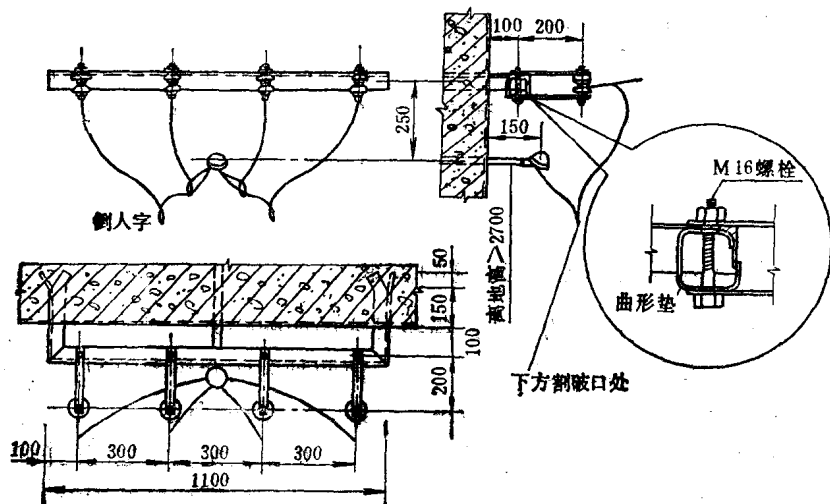
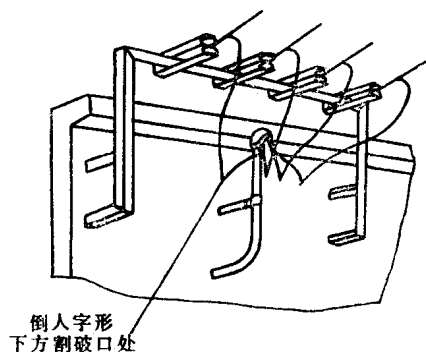

图 1-4
图 1-5
1. 安装前的准备 车间低压架空动力线路通常由厂配电室引入, 架空线穿墙进入车间如图1-4所示, 这里引入线的进口点高度距地面不应低于2.7m。
如果车间小，建筑物高度不够，应将引入线绝缘支架架高，如图1-5所示，使进口点的高度保证在2.7m以上。
(1) 预埋:在基建时,配合图将各预埋件预埋好。
(2) 安装蝶形绝缘子:待上述预埋件干固后,将两联扁铁连同曲形垫(见图1-4放大图)安装在“U”形角铁支架上,同时装上
7) 在进户线进穿墙管前的倒人字形弯曲导线的下方割一20mm左右长的破口,以避免使架空线内的雨水进入室内(如图1-4、图1-5所示)。